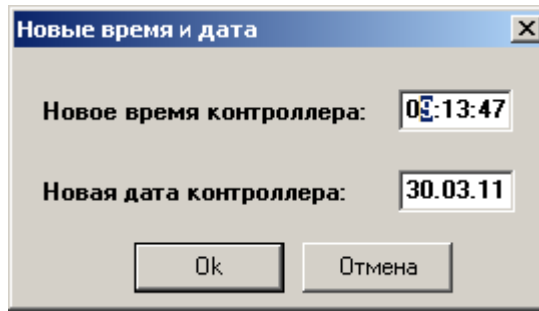

Рисунок 12 - Установка нового времени и даты на контроллере.
–«Задать время на контроллере» позволяет установить произвольное время на контроллере, независимо от ЭВМ. Чтобы установить время необходимо в появившемся окне набрать на клавиатуре нужные время и дату, и нажать «Ok» (см. рисунок 12). (Это необходимо делать по сигналам точного времени, например в 15.00). Переключение между полями времени и даты происходит нажатием клавиши «Tab».